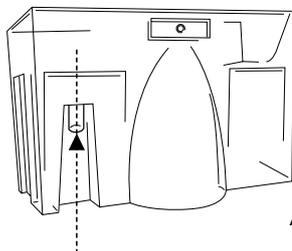

Abb. 2
- 2) Den Tank mit einem feinen Bohrer im Innern des Anschlußstutzens anbohren (Abb. 2).